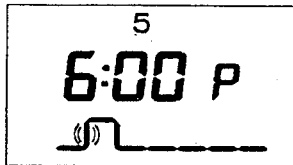
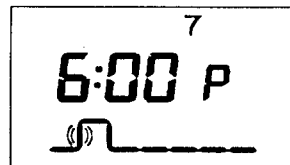

Fig. 5.13
Fig. 5.14
**Programmeringstasten**   (7) trykkes ind (fig 5.13), ugedag-tasten 1...7 trykkes ind 2 gange (fig. 5.14)